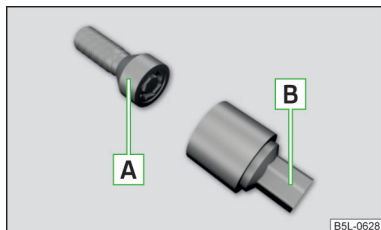

Fig. 312
Los tornillos de rueda antirrobo protegen a las ruedas contra robos. Se pueden **soltar/apretar** solamente con el suplemento **B** » **fig. 312**.
- Introduzca la llave de rueda hasta el tope sobre el tornillo de rueda. Usar el suplemento para los tornillos de la rueda antirrobo correspondientes » **fig. 312 de la pág. 291**.